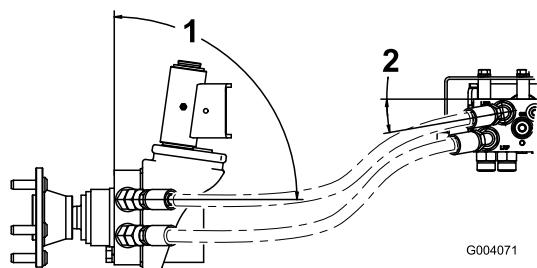

Рисунок 7
2. Направьте два левых шланга к левому приводу колеса. Подсоедините верхний шланг коллектора к верхнему штуцеру привода колеса, а нижний шланг коллектора – к нижнему штуцеру привода колеса (Рисунок 7). Если шланги не будут проложены правильно, они могут соприкасаться сшинами или задним бампером, что может привести к повреждению шлангов.